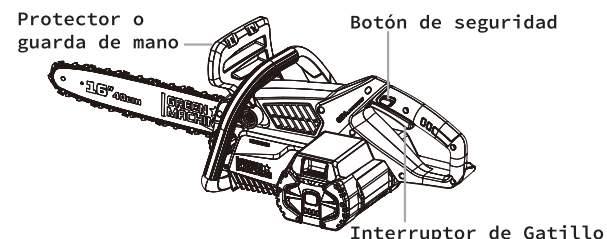

Fig. 4
2. Sostenga la máquina con una mano en cada manija. Presione el botón de seguridad y el gatillo interruptor. Suelte el botón de seguridad una vez que la máquina se encienda. Debe continuar apretando el gatillo del interruptor para una operación continua (Fig. 4).
! ¡ADVERTENCIA! Si una emergencia ocurre durante la operación, inmediatamente empuje la guarda de mano hacia adelante. (Fig. 4)